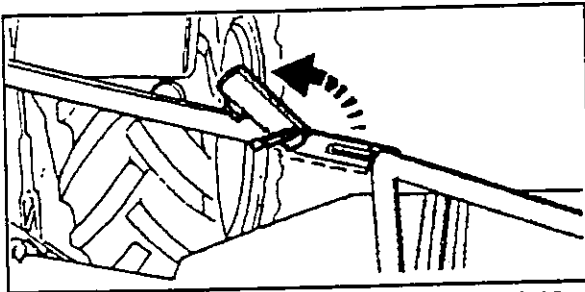

Fig. 4-13
- Abrir el cerrojo de bloqueo (Fig. 4-13).